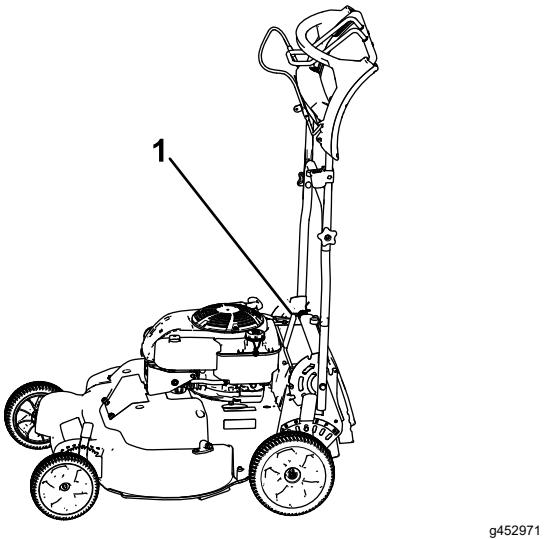

Figura 38
1. Bloqueie a pega na posição vertical (Figura 38); consulte Ajuste da altura da pega (página 12).